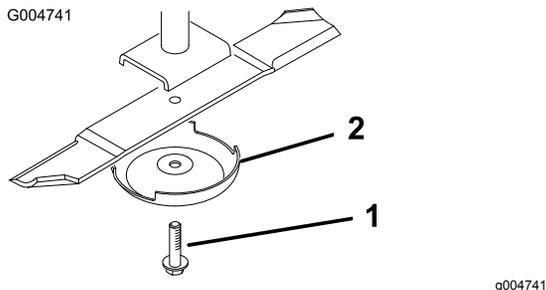

Bild 78
5. Entfernen Sie die Messerschraube, die Antiskalpierkuppe und das Messer von der Spindelwelle (Bild 78).